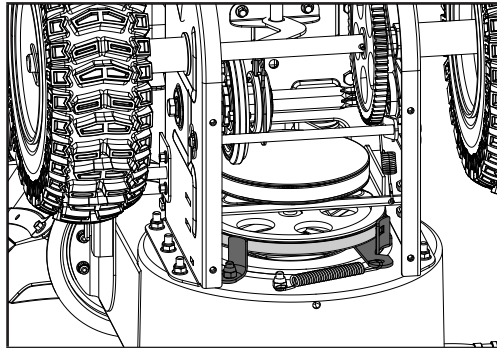

Figure 27
8. Assurez-vous que la courroie est bien installée sous le guide de la courroie sur le bras d'articulation de la poulie tendeur (figure 27).